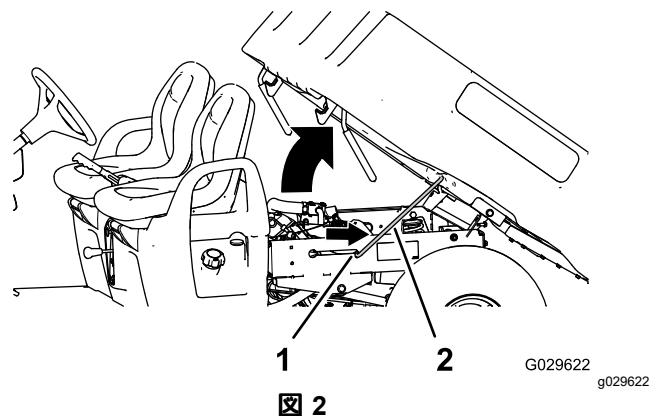

図 2
5. プロップロッドを固定スロットにはめ込んで荷台を固定する図2。